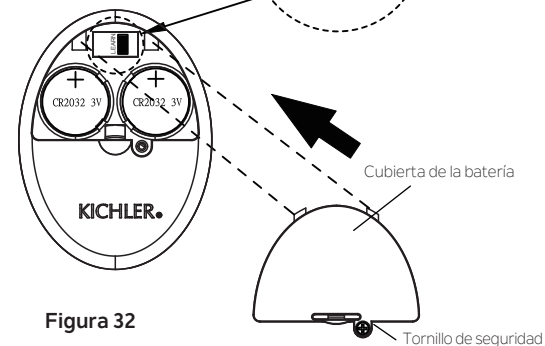

Figura 32
Paso 2. Restaure la alimentación al circuito derivado del ventilador de techo en el disyuntor o en la caja de fusibles. Dentro de los 30 segundos posteriores a la restauración de la alimentación, mantenga presionado el botón APRENDER en la parte posterior del transmisor (**Figura 32**) durante 3 segundos. La luz del ventilador (si está instalada) parpadeará dos veces y el ventilador se encenderá en baja velocidad. Esto confirma que el proceso de emparejamiento ha terminado. El transmisor ahora estará emparejado con su ventilador y estará listo para usarse.